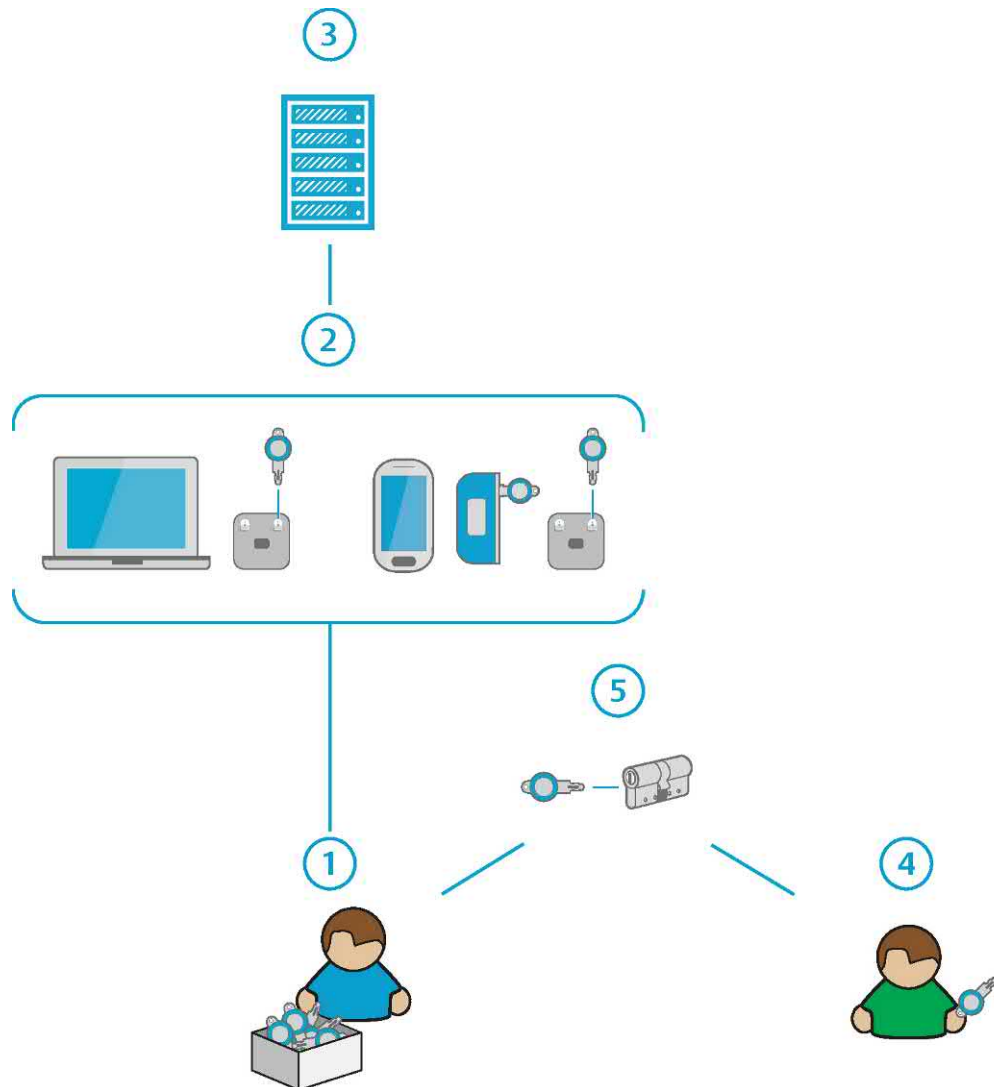

Abbildung 1. Prinzipien von CLIQ™ Go
Abbildung 1 "Prinzipien von CLIQ™ Go", Seite 9 zeigt das Prinzip von CLIQ™ Go. Administratoren (1) greifen über die CLIQ™ Go App auf einem PC, Smartphone oder Tablet (2) auf den CLIQ™ Go Server (3) zu und aktualisieren die Schlüsselaufentzifizierungen. Um bei einzelnen Schlüsseln den Zugang zum Zylinder zu sperren, programmiert der Administrator einen beliebigen Nutzerschlüssel und steckt ihn in den Zylinder. Schlüsselhalter (4) stecken ihren Schlüssel in Zylinder (5), um Türen zu öffnen.